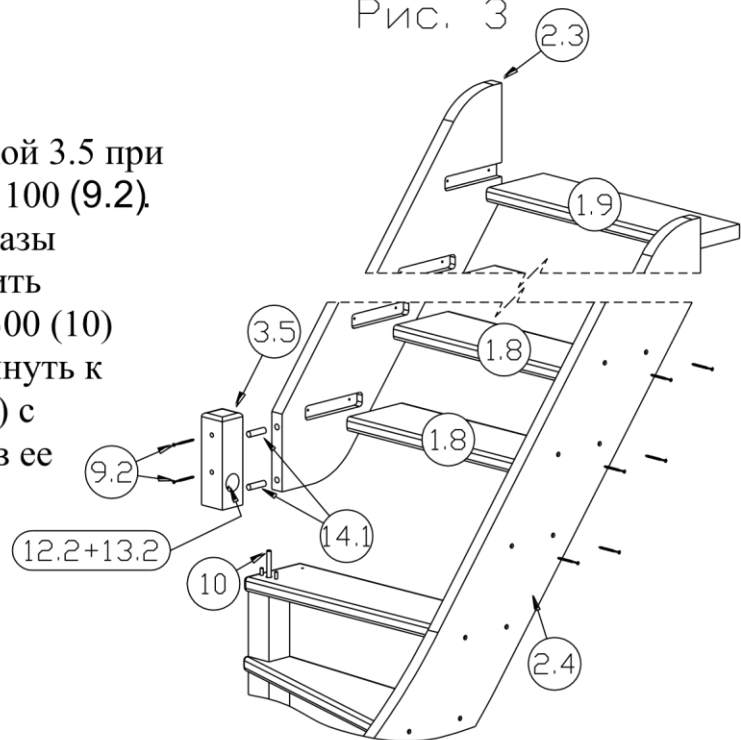

Рис. 4
4. Соединить тетиву 2.3 с вставкой 3.5 при помощи шкантов и саморезов 100 (9.2). Вставить ступени 1.8 и 1.9 в пазы тетив 2.4 и 2.3, затем установить вставку 3.5 на штангу M12x1300 (10) как показано на рис. 4 и притянуть к ступени 1.7 гайкой M12 (12.2) с шайбой D = 12 (13.2) накрутив ее на штангу M12x1300 через отверстие диаметром 50 мм во вставке 3.5.